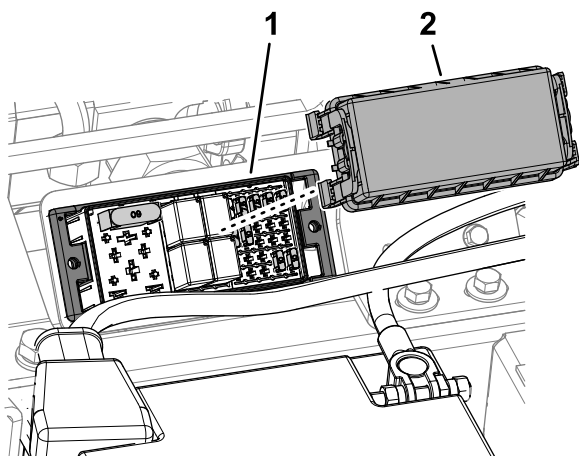

Figure 60
- Enlevez le couvercle du porte-fusibles (Figure 60).
- Reposez le couvercle du porte-fusibles (Figure 60).